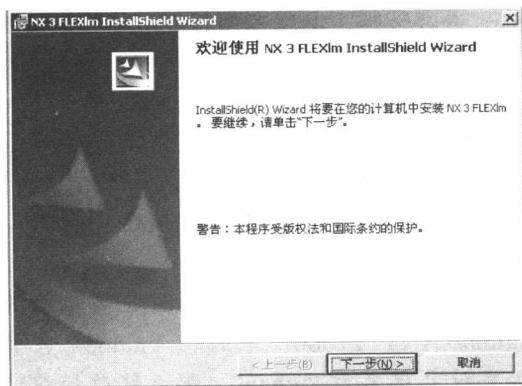
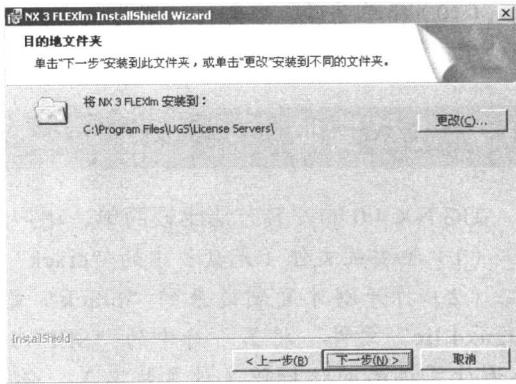

图 1-03 服务程序正常安装界面
图 1-04 安装许可证文件路径
(5) 若系统检测无错误，则会自动进入如图 1-03 所示的服务程序正常安装界面。
(6) 单击图 1-03 服务程序正常安装界面中的“下一步”按钮，弹出安装许可证文件路径对话框，如图 1-04 所示。
(7) 单击图 1-04 所示的“下一步”按钮，弹出图 1-05 所示的许可证选择界面，单击“浏